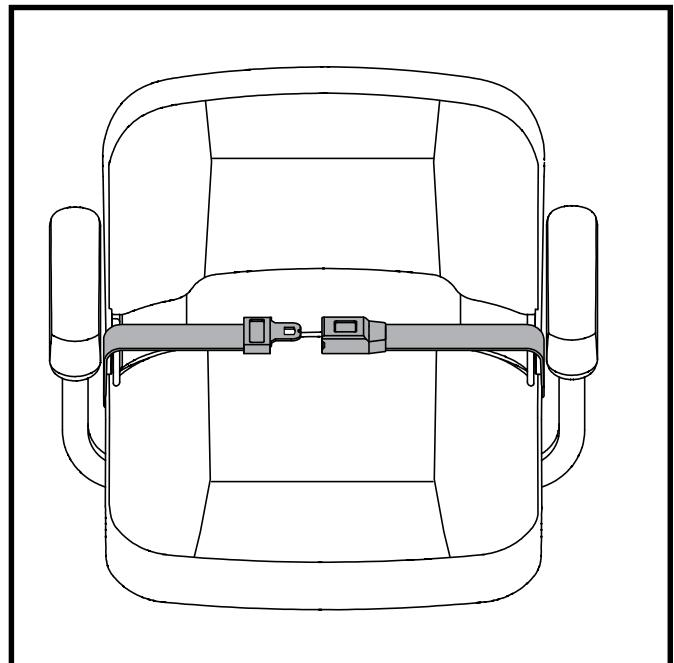

Abb. 22. Rückhaltegurte - Rückhaltegurt mit Schloss oder Rückhaltegurt mit Klettverschluss
1. Schloßzunge in das Schloßteil stecken, bis der Schnellverschluß hörbar einrastet. Siehe Abb. 22.
1. Führen Sie die beiden Enden des Gurts zusammen, so dass die eine Seite des Klettverschlusses, an der sich die Schlaufen befinden, direkt über der raueren Seite mit den Widerhaken liegt. Zum Sichern fest zusammendrücken. Siehe Abb. 22.